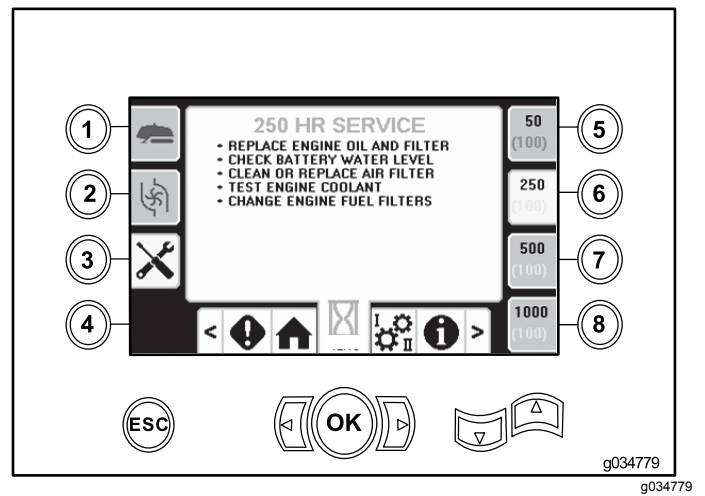

Bild 44
- Taste 6: Wartungsplan mit 250 Stunden (Bild 44)